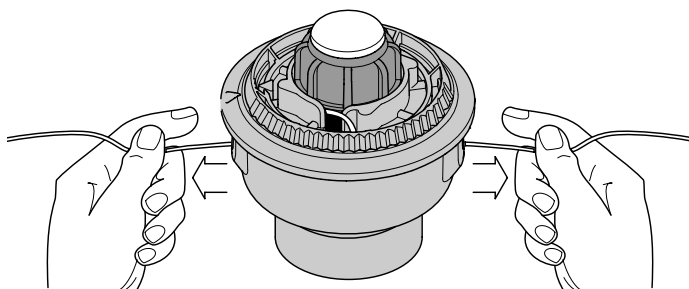

Fig. 13
9. Si le rembobinage du fil devient difficile ou si le fil se coince, tirez-en les extrémités de la bobine. Continuez de rembobiner le moulinet intérieur vers la gauche (Fig. 13).
4. Maintenez le moulinet intérieur et installez le bouton de butée, le ressort, et le joint en mousse en poussant le bouton de butée vers le bas et en le tournant à droite. Saisissez les extrémités et tirez fermement pour dégager le fil des fentes de retenue du moulinet intérieur. (Fig. 13).
Si le SpeedSpool^{MD} ne déroule pas le fil correctement, tirez fermement les extrémités du fil loin de la bobine (Fig. 13). Si cela ne suffit pas, suivez les instructions de **nettoyage du SpeedSpool^{MD}** ci-dessous.